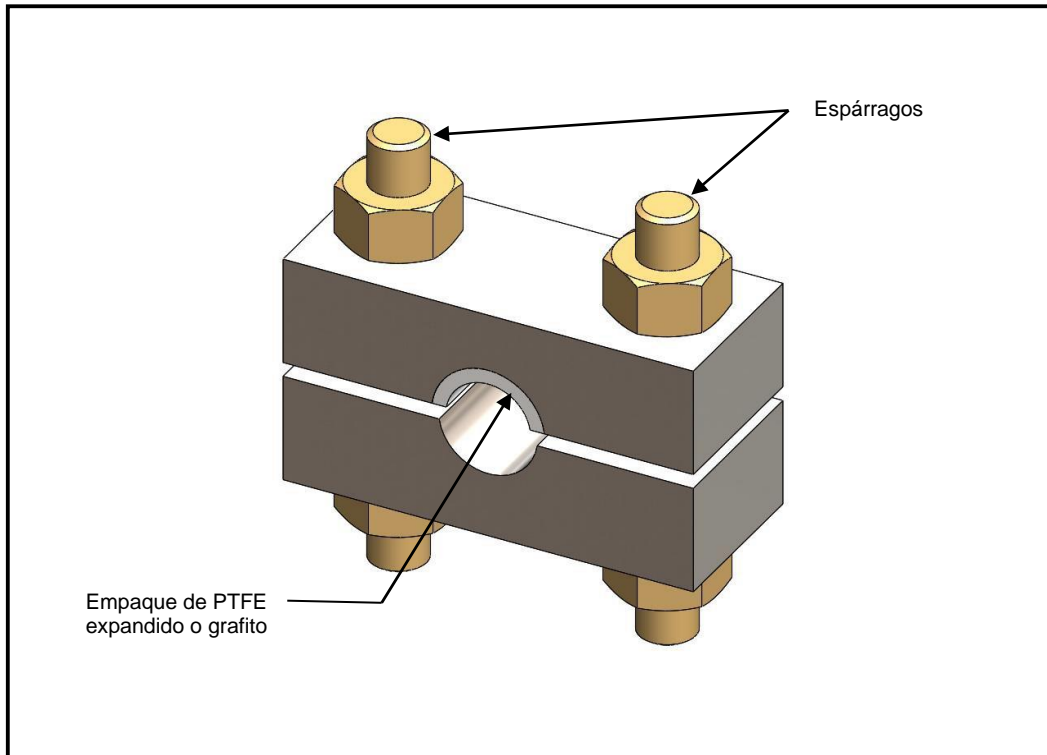

Figura 1
2. Sin apretarla, ensamble la abrazadera tipo bloque "Block-Style PLIDCO Smith+Clamp" sobre el tubo a un lado de la fuga. Observe que el empaque está en una mitad del bloque solamente. (Ver la Figura 1)